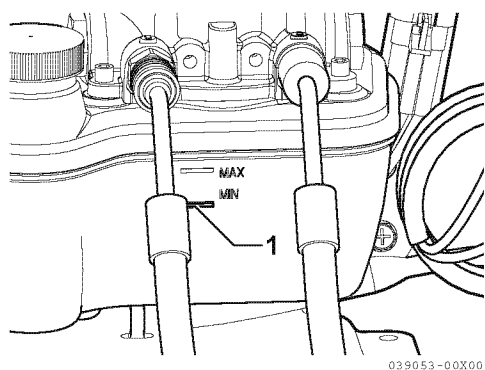

Figure 5
3. Le niveau d'huile est faible s'il se trouve en dessous du repère MIN (1, **Figure 5**) du réservoir. Remplissez selon les besoins avec l'huile spécifiée. Voir Remplissage du fluide de la pompe du power-trim à la page 28.